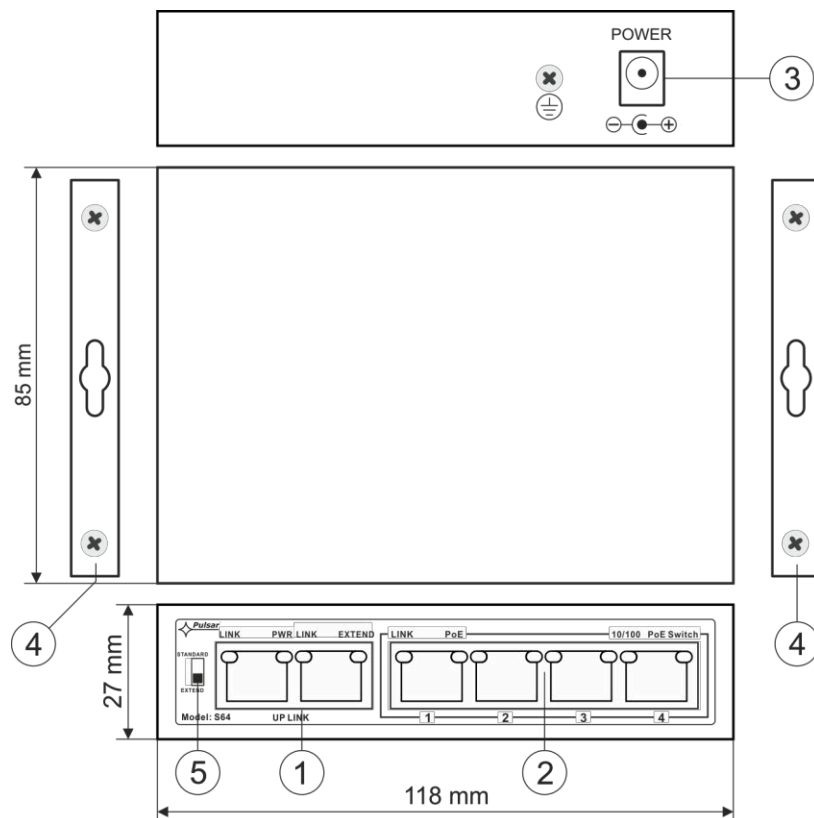

Fig. 2. Vista dell'interruttore.
Tabella 1. (vedi Fig. 2)
N. elemento (Fig. 2)	Descrizione